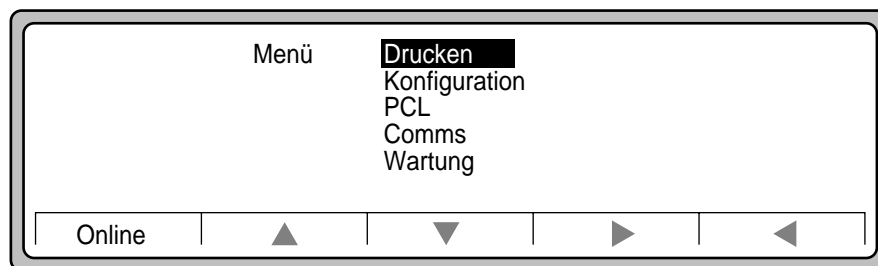

Abbildung 3-17 Menüoptionen
6. Drücken Sie „Menü“ im Hauptmenü, um die in Abbildung 3-17 dargestellten Menüoptionen aufzurufen.